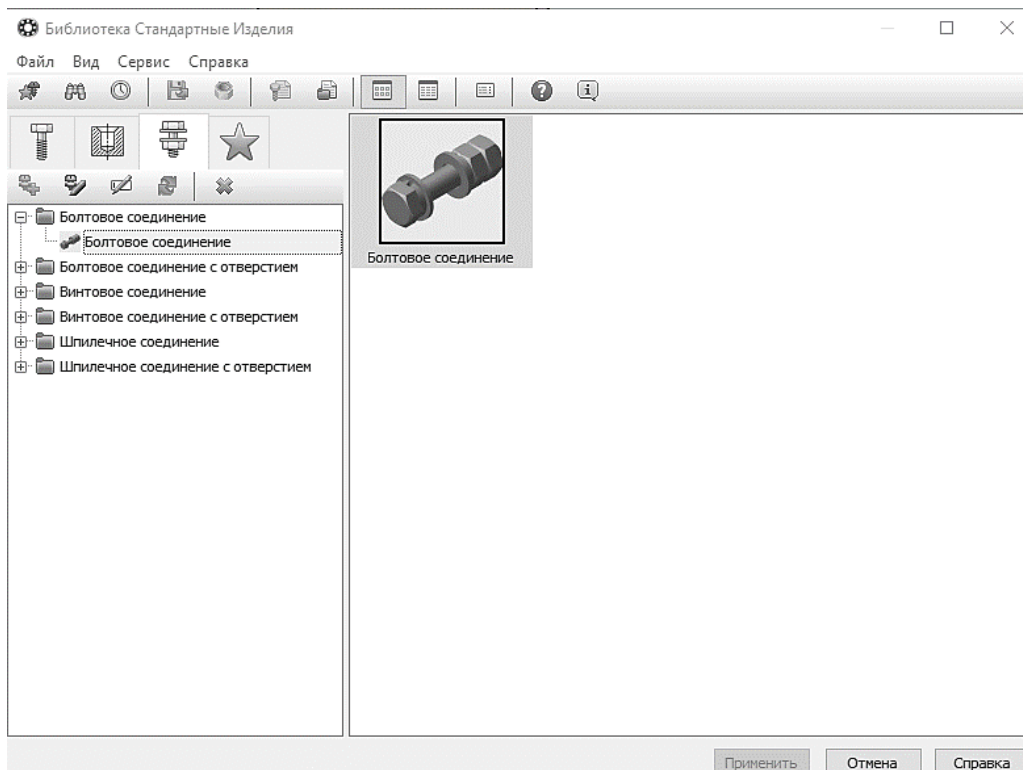

Рис. 111. Добавление болтового соединения
10.3.5 Выполните двойной щелчок мышью на элементе *Болтовое соединение* (рис. 111).